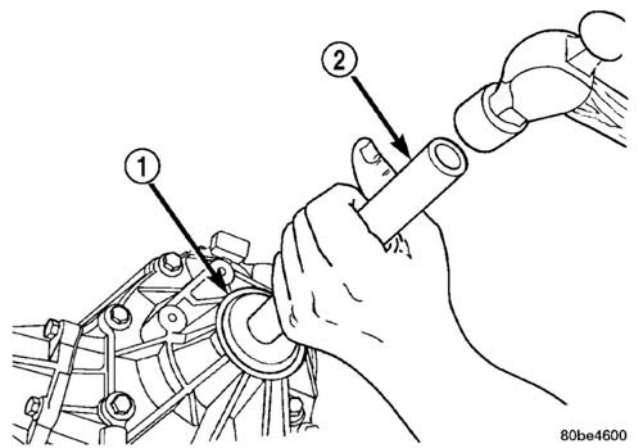

图 20 轴承安装
(1) 使用安装器 MD998200 及驱动手把 C-4171 将轴承（图 20）装入壳体。